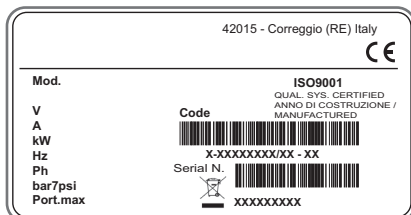

Fig. 1.14
- la puissance électrique absorbée par la machine, spécifiée sur la plaque des données de la machine (Fig.1.14);
- monter des fusibles de protection de la ligne d'alimentation dimensionnés selon les indications reportées sur la plaque des données de la machine (Fig.1.14);